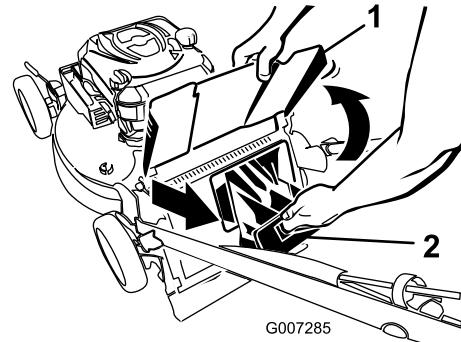

Bild 30
- Heben Sie das Auswurfablenkblech an und halten es hoch (Bild 30).
- Ziehen Sie die Heckauswurfklappe ab (Bild 30).